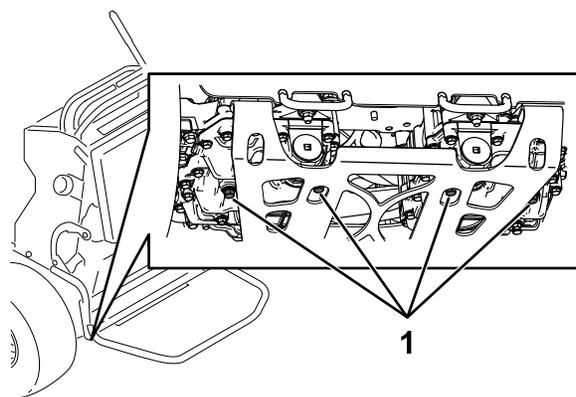

Figura 71
3. Individuate i tappi di spurgo sul fondo della trasmissione e posizionate una bacinella di spurgo sotto il tappo (Figura 71).